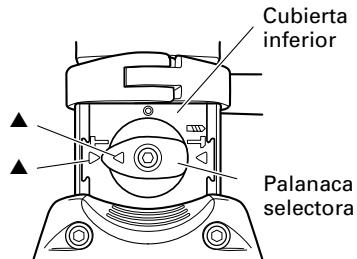

Fig. 7
- Alinee  $\blacktriangle$  de la palanca selectora con  $\blacktriangle$  del lado  $\text{T}$  de la cubierta inferior, como se muestra en la Fig. 7.